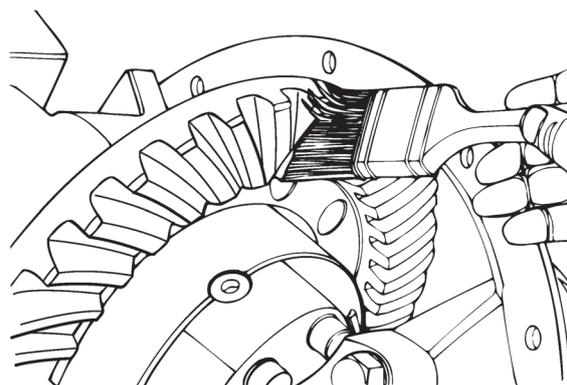

Figura 5.50
2. Aplique o composto para marcação em aproximadamente 12 dentes da coroa hipoidal. Gire a coroa hipoidal até que os dentes marcados estejam próximos do pinhão. Figura 5.50.